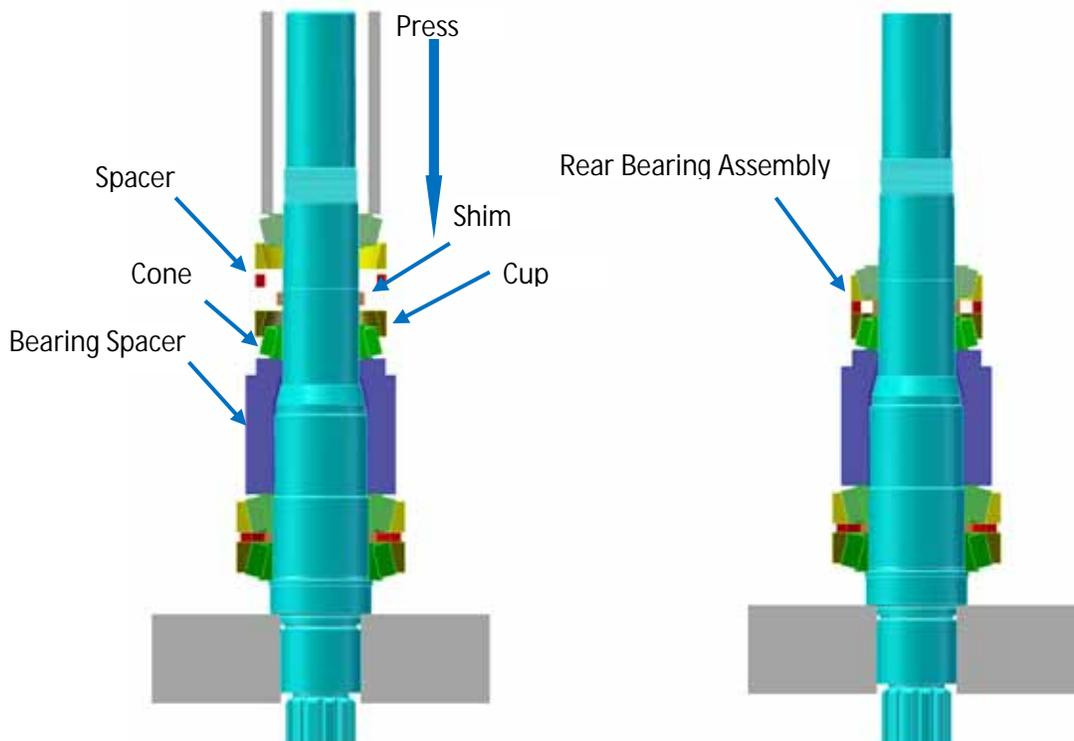

Figura 58 –Pressing Upper Bearing Assembly onto Shaft
2. Abre el nuevo asemla del balero trasero. Repetier proceso descrito arriba en pasos 3 - 9, Figura 58.